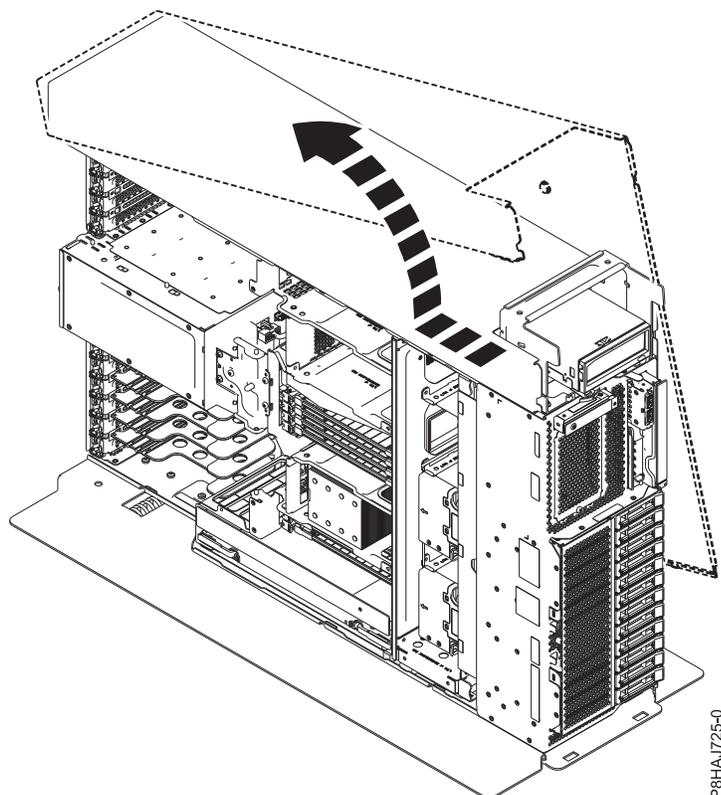

図 135. 8286-41A のサイド・カバーの取り外し
5. サイド・カバーを、図 135 に示されている方向へスライドさせて、システムから外します。